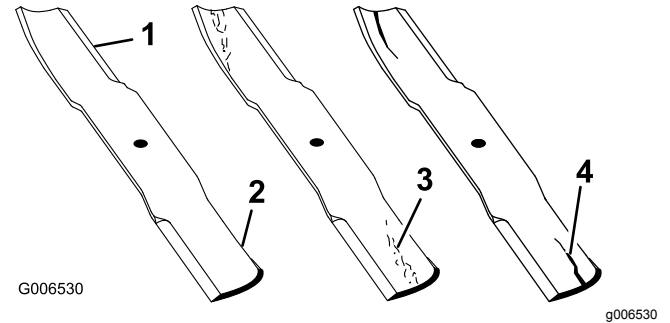

Figura 102
1. Inspeccione as extremidades de corte (Figura 102).
4. Se verificar quaisquer fissuras, desgaste, ou a formação de ranhuras nesta área instale imediatamente uma lâmina nova (Figura 102).